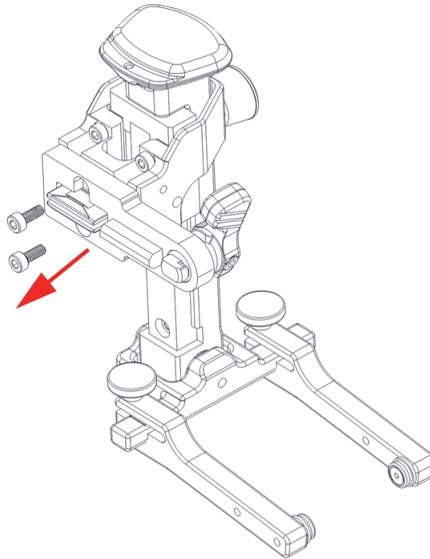

図 2-20 2 つのネジの取り外し
1. SLA ブラケットの 2 つのネジを 2.5 mm 六角レンチで外します (49 ページの図 2-20)。